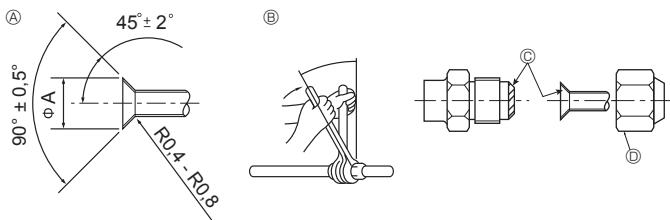

Fig. 4-1
4.2. Connexion des tuyaux (Fig. 4-1)
⑧ Couple de serrage du raccord conique